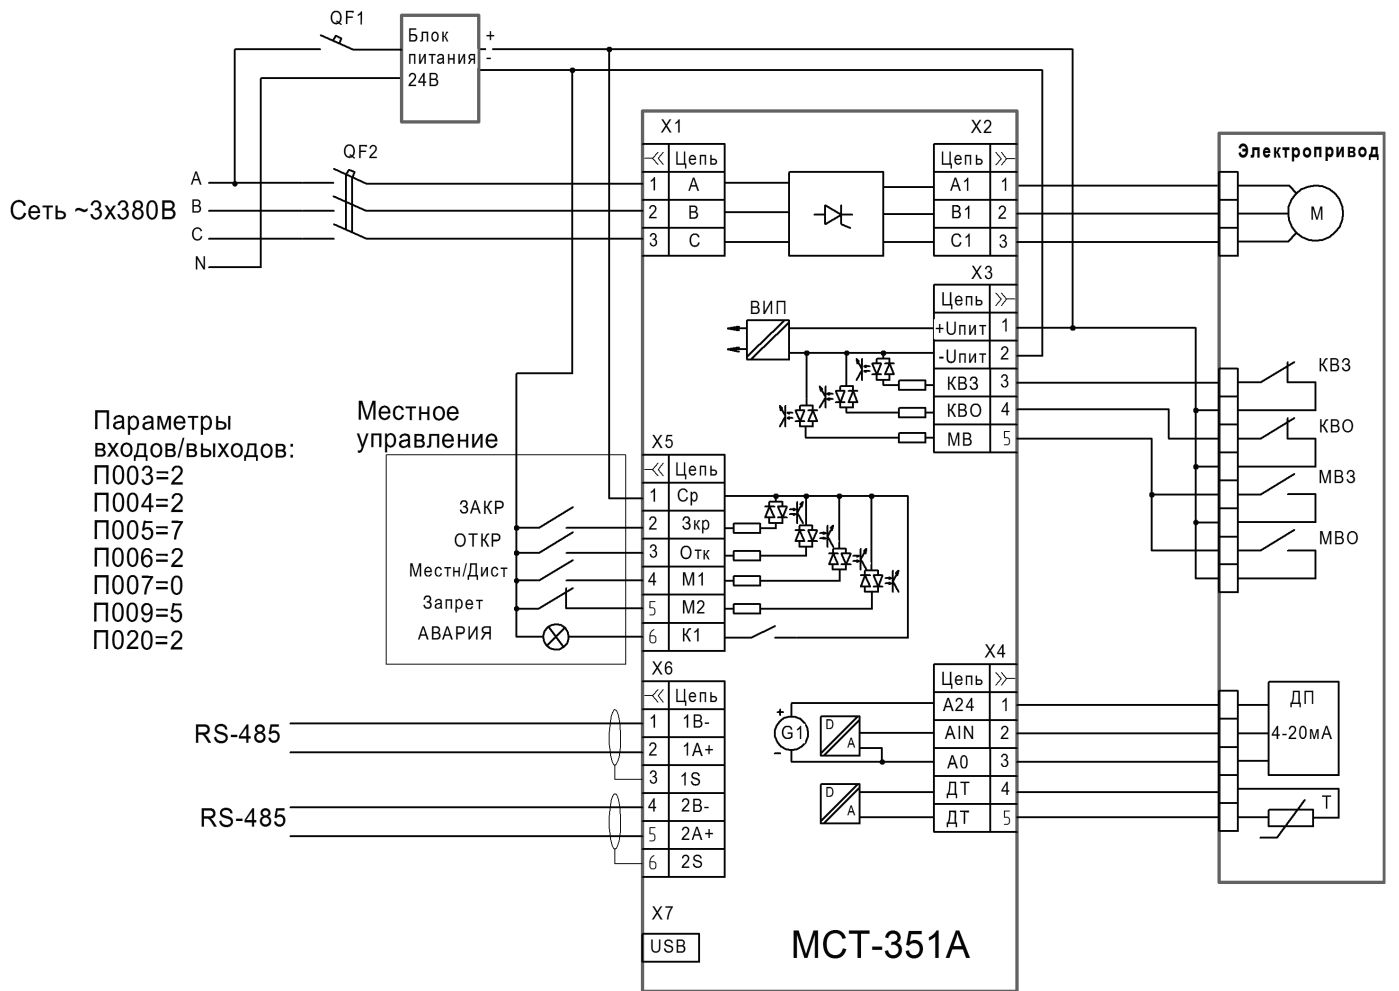

Рисунок 4 – Пример схемы подключения МСТ-351А-С2
1.6.4 Вариант схемы подключения приведен на рис.4.